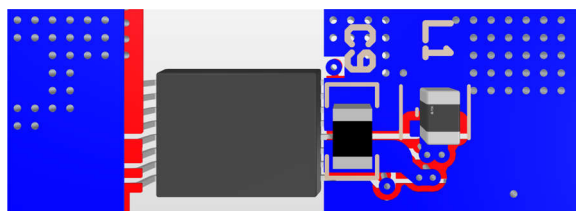

图 3-12. 底面、降压/升压、VEE LC 放置和布线
- a. 将 2.2  $\mu$ F 高频旁路电容器 (C9) 尽可能靠近 VEE 和 COM 引脚放置。3MHz 至 4MHz 范围内的自谐振频率非常适合为选择 3.3 $\mu$ H 电感器 (L1) 的降压/升压转换器的开关频率噪声提供低阻抗去耦。将电容器放置在 PCB 的另一侧并使用过孔进行连接是可行的，这样可缩短电容器与 VEE 降压/升压转换器内部低侧 MOSFET 之间的开关环路。此外，将电容器放置在另一侧也会简化 VDD 引脚和 COM 引脚之间去耦电容器的放置。C9 和 L1 放置在 PCB 底部的示例如 图 3-12 所示。